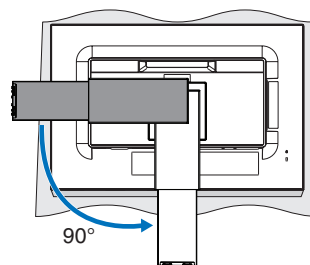

Figura 1
1. Sitúe el monitor boca abajo en una superficie no abrasiva (**Figura 1**).
2. Gire el soporte 90 grados, como se muestra en la **Figura 1**.